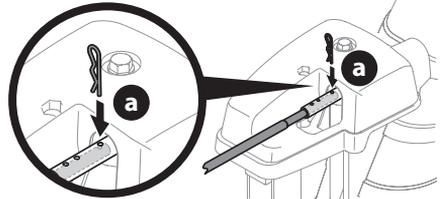

Figura 70
1. Retire el pasador de chaveta (a) de cualquiera de los orificios más alejados del conjunto del canal sobre el cabezal de control del canal (Figura 70).
2. Empuje la varilla de control del canal hasta que el orificio de la misma quede alineado con el tercer orificio del cabezal de control del canal (Figura 70).
3. Vuelva a insertar el pasador de chaveta (a) a través de este orificio y la varilla de control del canal (Figura 70).